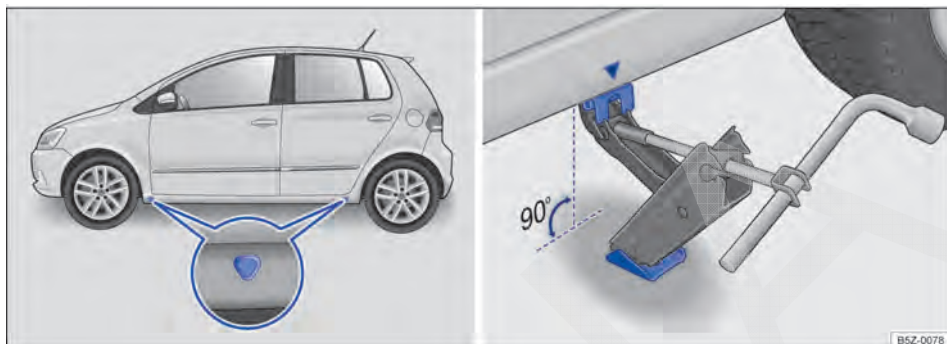

Fig. 146 Pontos de apoio do macaco e macaco posicionado no lado esquerdo traseiro do veículo.
A figura → Fig. 146 ilustra, como exemplo, as indicações do modelo Novo Fox.
O macaco somente pode ser posicionado nos pontos de apoio indicados (marcação na carroceria) → Fig. 146. É válido o ponto de apoio localizado próximo à roda correspondente → ⚠️.
6. Procurar sob o veículo o ponto de apoio do macaco → Fig. 146 mais próximo da roda a ser trocada.
8. Garantir que a base do macaco, com toda sua superfície, esteja sobre o chão e que a base se encontre perpendicularmente abaixo do ponto de colocação → Fig. 146.
9. Alinhar o macaco e, simultaneamente, levantar a garra do macaco até ela se encaixar na travessa debaixo do veículo → Fig. 146.
- Posicionar o macaco somente nos pontos indicados. A garra do macaco deve se encaixar no perfil da longarina de forma segura → Fig. 146.